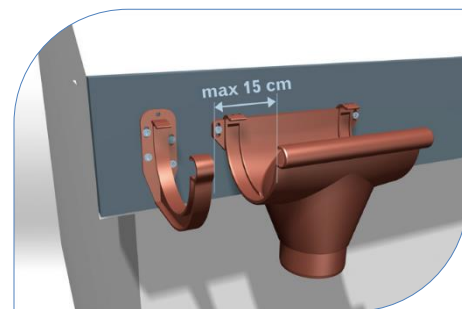

Рис. 3
- 1.5 Поруч лійки, з'єднувача та кута, слід монтувати кронштейни максимум на відстані 15 см (рис. 3)